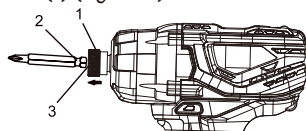

Fig. 4
1. Tirez vers l'extérieur sur le mandrin à dégagement rapide (1) (figure 4).
2. Insérez le côté rainuré du support à mèche du tournevis à percussion (2) dans le mandrin (3) de l'outil.
- Choisissez la mèche de tournevis appropriée à la vis à enfoncer et installez-la dans la douille (figure 4).